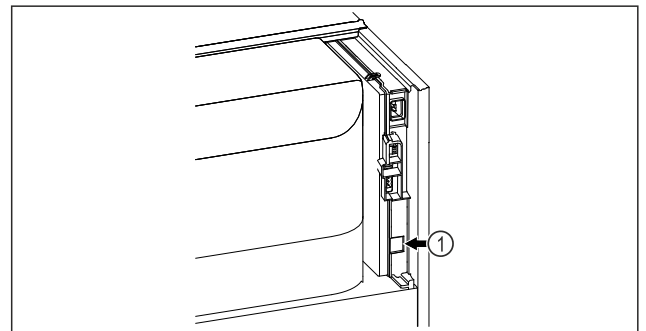

Fig. 61
- SmartModule Fig. 61 (1) este instalat.